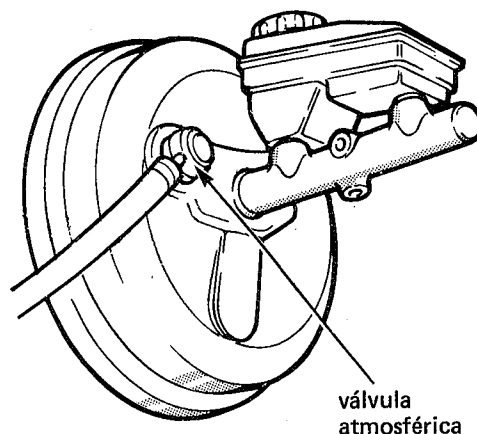

fig. 38
4. Desligar o conjunto válvula atmosférica/mangueira do vácuo do servofreio (fig. 38)
3. Ligar a válvula atmosférica e mangueira do vácuo ao servofreio (fig. 38)